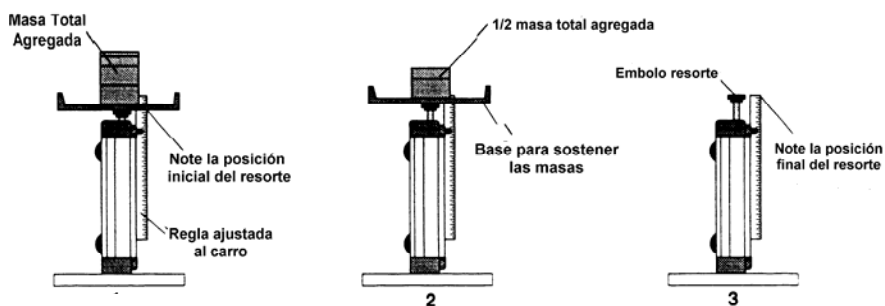

Figura 2: Calibración del carro
- ① Posicione el carro dinámico sobre uno de sus extremos, de tal forma que el resorte del carro quede apuntando hacia arriba, así como lo indica la figura 2. Fije una regla al carro y ajústela de tal modo que la línea del cero coincida con la línea superior del resorte (en posición no comprimida).
- ② Cuidadosamente agregue suficientes masas en la parte superior del resorte de tal forma que quede muy comprimido. Registre esta masa y la compresión x correspondiente (posición inicial) del resorte en la tabla 1.
- ③ Quite aproximadamente un cuarto de la masa usada en el punto ② y registre los valores de la nueva masa y de x en la tabla 1.
- ④ Repita el punto ③ hasta que no quede mas masa sobre el resorte.
- ⑤ Realice un gráfico F vs x usando sus datos y determine la pendiente de la mejor línea trazada a través de los puntos.